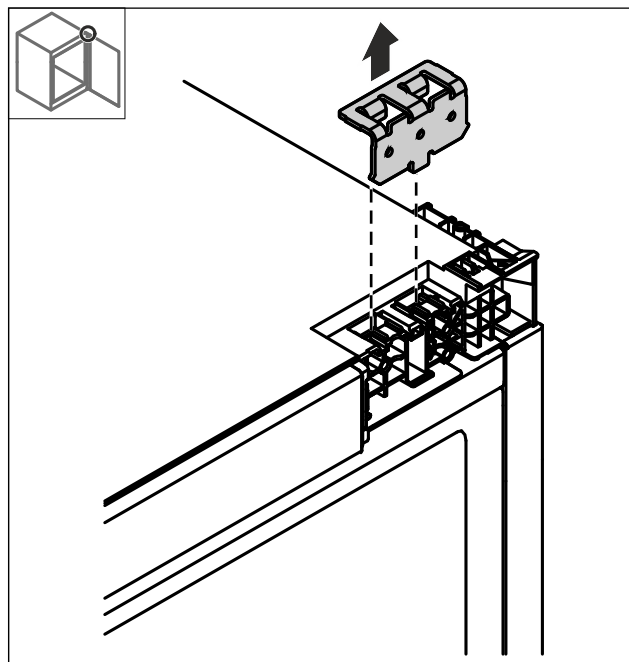

図13
- 図13で取り外した上部ブラケットを反対側に差し込みます。